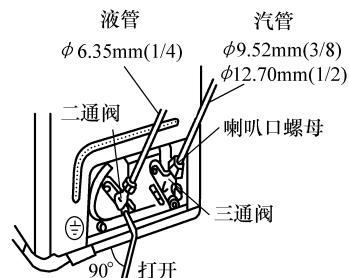

图 5-20 排出室内机和管路中的空气
5) 按照安装工艺要求进行排空。按图 5-20 所示方法排出室内机和管路中的空气，其方法是：
① 用扳手取下室外机二通阀上的阀帽。
② 用扳手将连接于三通阀上粗管的喇叭口螺母松动 1/2 圈。
③ 用内六角扳手拧松二通阀阀芯 90°，大约 10s 后，关紧二通阀，气体由粗管的喇叭口处排出。等到无气体排出时，按照规定的扭矩将喇叭口螺母拧紧。
④ 用内六角扳手打开二通阀和三通阀。
⑤ 用规定扭矩拧紧二只阀门的阀帽。
⑥ 用肥皂水或检漏仪检漏，如有泄漏则需拧紧二通阀、三通阀，然后用系统外制冷剂气体进行重新排空。
⑦ 用海绵块蘸上肥皂水或用检漏仪，检查室内、外机的各个接口及检修阀，每处停留不得少于 3min。注意：夏季应在停机状态下初检漏后，应开机制冷降温后再转制热运行检漏，冬季应在制热运行中检漏。
⑧ 安装完毕后通电，用遥控器检查机器是否正常运转。